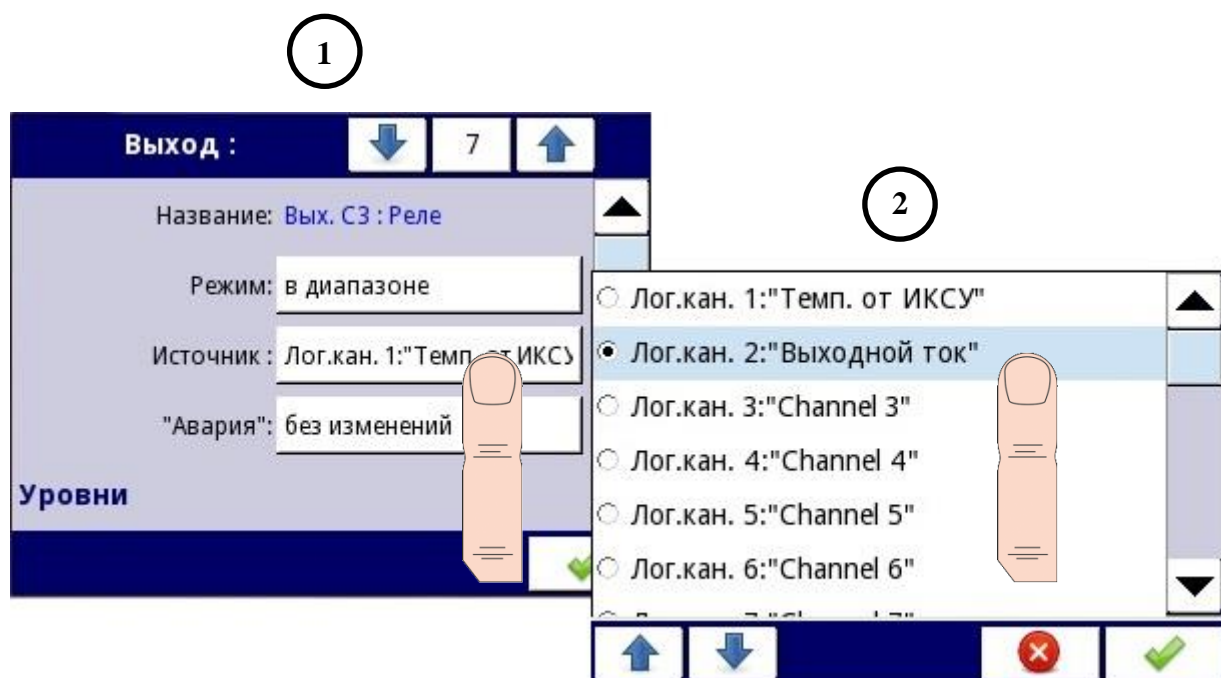

Рисунок 2.60
- «**Источник**» – этот параметр содержит список логических каналов (до 60), один из которых будет источником данных для встроенного выхода (см. рисунок 2.60).